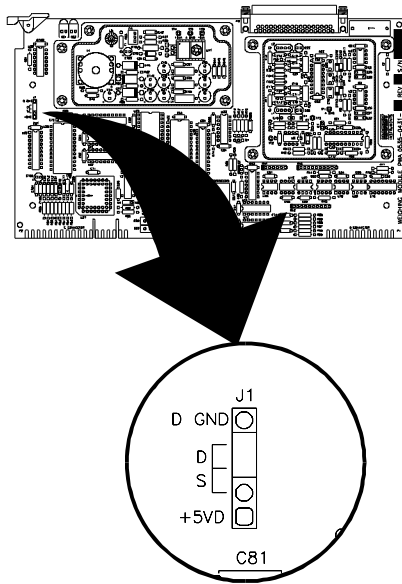

FIG. 3-1 J1 JUMPER LOCATION/SERIES B
- Step 5. Locate the J1 Jumper. (See Fig. 3-1)